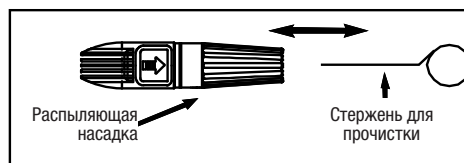

Рисунок 5 – вставьте стержень в отверстие насадки и двигайте его вперед-назад, пока засор не устранился
- Чтобы прочистить насадку, воспользуйтесь входящим в комплект стержнем для прочистки или разогнутой канцелярской скрепкой, вставив ее в отверстие насадки и двигая вперед-назад, пока засор не устранился (см. рис. 5).